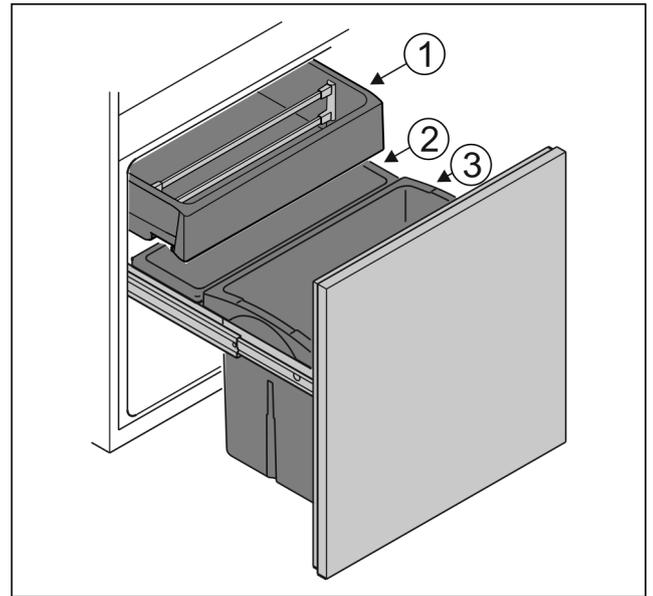

Fig. 4
- ▶ Behälter *Fig. 4 (1)*: Unverpacktes Gemüse und Südfrüchte einlegen.
- ▶ Behälter *Fig. 4 (2)*: Unverpackte kleine Obst- und Gemüsesorten einlegen.
- ▶ Behälter *Fig. 4 (3)*: Einzelne Flaschen einstellen.